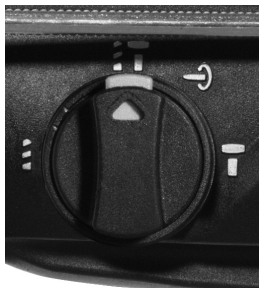

Fig. 5 – Posición para perforación con impacto
- En la perforación con impacto además del movimiento de rotación del mandril el mismo realiza movimiento de impacto. Esta función es utilizada para perforación de concreto, piedras, etc. En esta función nunca debe ser utilizado asta adaptador, el accesorio debe ser montado directamente en el mandril SDS. Para seleccionar esta función el operador debe colocar el selector en la posición   (Fig. 5).